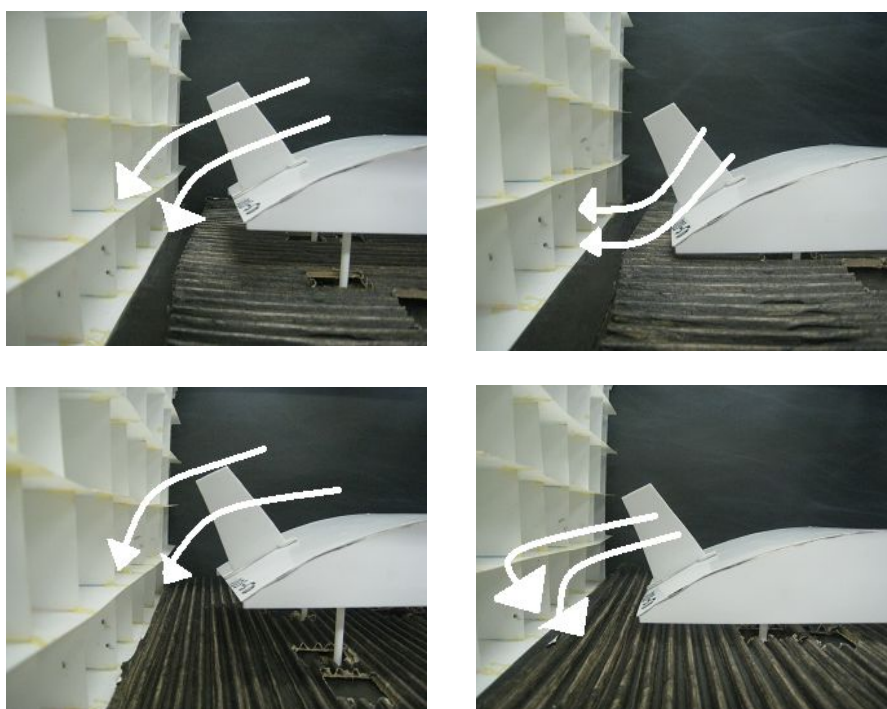

図 6 (左上：試料③ 右上：試料④ 左下：試料⑤ 右下：試料⑥)
**実験2** 地面との距離を一定にして地面の形状と揚力の大きさの関係を調べる。使用試料は③、⑤及び④、⑥。同時に気流を観察しその様子を図6に示す。